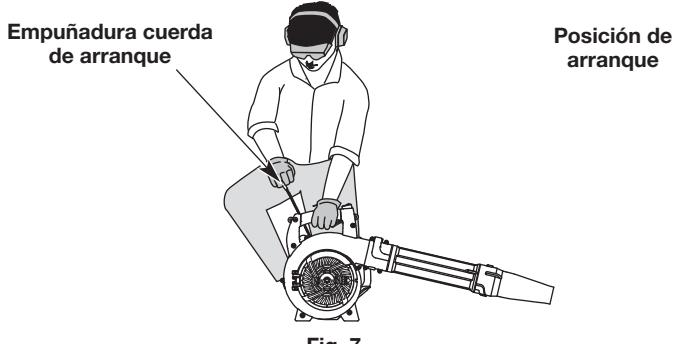

Fig. 7
**ADVERTENCIA:** Se debe evitar arrancar accidentalmente la unidad. A fin de evitar que se produzcan lesiones graves, el operador y la unidad deben estar en una posición estable cuando se jala la cuerda de arranque (Fig. 7).
6. **NO** apriete el control del acelerador. Agacharse en la posición de arranque (Fig. 7).
7. **NO** apriete el control del acelerador. Tire de la cuerda de arranque con un movimiento firme y controlado **5 veces** (Fig. 7).